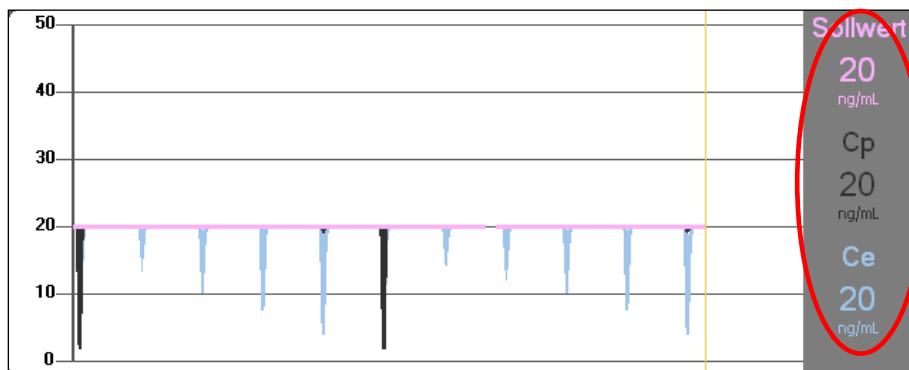

Abb. 23
- Wenn die Pumpe auf pharmakokinetischen Modus eingestellt ist, werden in der Grafik drei Zeilen angezeigt, denen folgendes entspricht: 1) Zielwert; 2) Plasma-Konzentration; 3) Konzentration "Wirkungsort". Auf der rechten Seite werden jeweils die zugehörigen Werte angezeigt (Abb. 23);